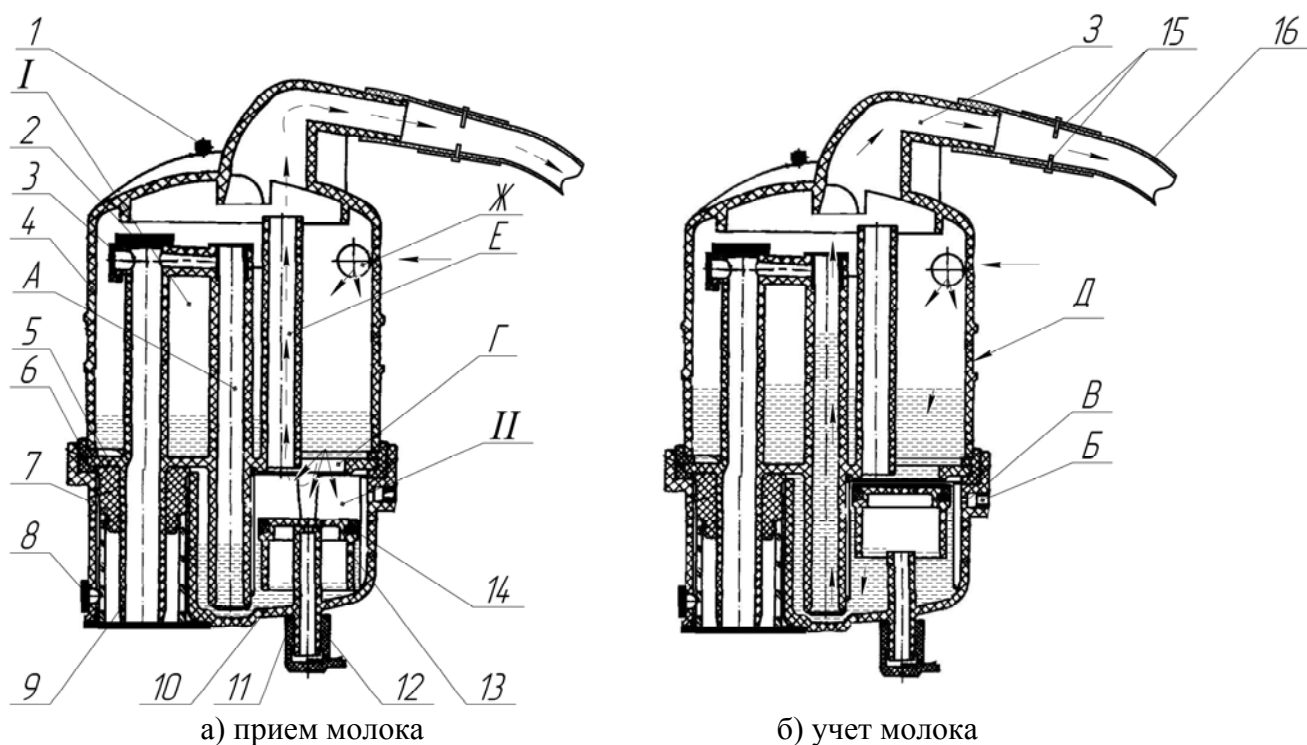

Рисунок 16 – Общий вид устройства учета молока:
**Устройство учета молока.** Предназначена для индивидуального учета выдоенного молока путем суммирования порций, проходящих через счетчик молока УЗМ-1 и датчик электропроводности. Устройство учета молока (рисунок 16) состоит из счетчика молока и датчика электропроводности.
Устройство учета молока подключается между доильным аппаратом и датчиком-потокомером, находясь под действием вакуумметрического давления. Молоко из доильного аппарата через отверстие **Ж** (рисунок 16, *a*) поступает в приемную камеру *I*. Далее через отверстие **Г** в мерную камеру *II*. По мере заполнения поплавков *13* всплывает и закрывает отверстие **Г** и трубку **Е**, что снижает величину вакуумметрического давления в мерной камере *II*. Таким образом, прекращается отсос воздуха из мерной камеры *II*. Через отверстие **Б** и жиклер **В** (рисунок 16, *б*) продолжается поступление атмосферного давления (воздух). Вследствие чего порция молока находящаяся в
Датчик электропроводности имеет два электрода *15* рисунок 16. Устанавливается на выходном патрубке счетчика, через который молоко транспортируется в молокопровод. При прохождении порции молока через электроды они замыкают электрическую цепь и сигнал передается в пульт управления модуля. Каждое срабатывание сигнализирует о прохождении через счетчик порции молока объемом 360 мл.